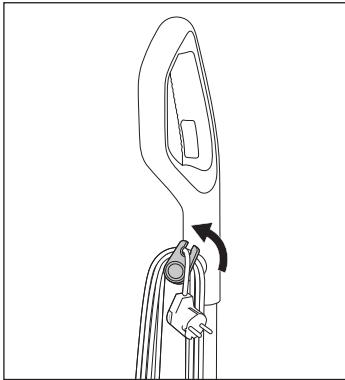

Fig. 43
- ♦ Puxe o suporte de cabo superior **16** um pouco para fora e rode-o novamente para cima (ver fig. 43).